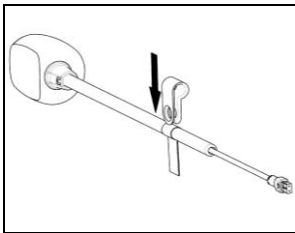

Abb. 35
- Führen Sie die Lasche für die Mikrofonhalterung auf den Mikrofonbügel ein (Fig. 35).